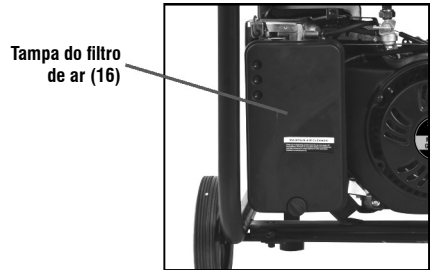

Fig. 21 – Retirando a tampa do filtro de ar
- a. Abra a tampa do filtro de ar (fig. 21);